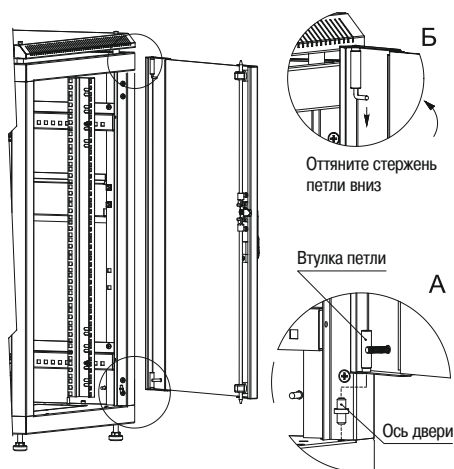

Рисунок 13 – Установка дверей
3.3.4 Вставьте ось в круглое технологическое отверстие в основании близ стойки, наденьте втулку петли на подпятник (действие А). Оттяните стержень петли вниз (действие Б), защелкните колпачок петли в отверстии на верхнем основании (рисунок 13). Закройте дверь на замок. При правильном монтаже дверь вращается плавно, запирается без особых усилий.